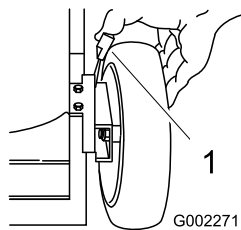

Figure 25
1. Tirez le levier de réglage de hauteur vers la roue (Figure 25) et amenez-le à la position voulue.